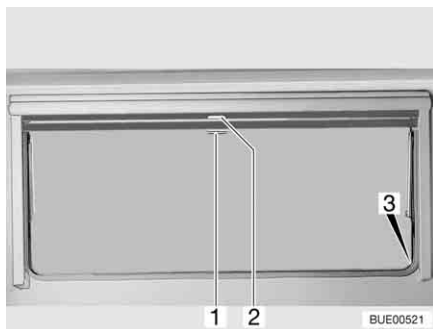

Bild 78 Överkantshängda fönster
- Drag ned mörkläggningsrullgardinen med handtaget (Bild 78,2). När mörkläggningsrullgardinen dras ned helt fäster man det man i spärrarna (Bild 78,3) på båda sidorna på fönsterkarmen.
- När mörkläggningsrullgardinen är helt neddragen: Tryck ned handtaget (Bild 78,2) och drag det något inåt. Nu kan man ta loss mörkläggningsrullgardinen ur spärrarna på båda sidorna av fönsterkarmen.
- När mörkläggningsrullgardinen inte är helt neddragen: Drag handtaget (Bild 78,2) lätt nedåt tills spärren släpper.
- Drag ner insektsnätet med handtaget (Bild 78,1) och fäst det i spärrarna (Bild 78,3) på båda sidorna av fönsterkarmen.
- Tryck ned handtaget (Bild 78,1) och drag det något inåt. Lossa insektsnätet ur spärrarna på båda sidorna av fönsterkarmen.